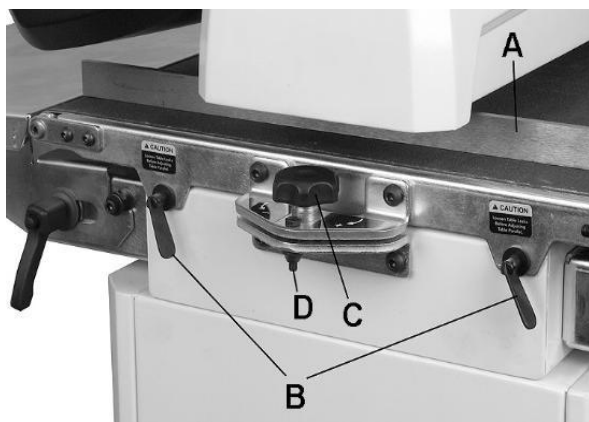

Abb. 8-4: Parallel Ausrichten der Trommel
3. Die Lehre auf der Außenseite der Trommel (A, Abb. 8-4) zwischen Trommel und Vorschubtisch einführen.
3. Ist eine Stufe an der Ü berlappungsstelle sichtbar, den Vorschubtisch durch Drehen des Einstellknaufrs (C, Abb. 8-4) weiter absenken.
Hinweis: Beim Schleifen von schmalen Schleifgut in einem Durchgang, den Vorschubtisch wieder in die parallele Position bringen. Den Einstellknopf in die entgegengesetzte Richtung drehen, bis die Sicherungsmutter (D, Abb. 8-4) berührt wird.